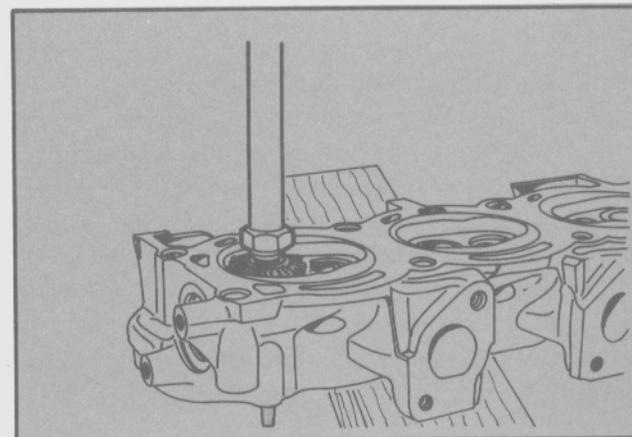

Fig. 96 - Rectificado del asiento de válvula
- Utilizando una herramienta adecuada, rectificar el asiento de la válvula (Fig. 96).